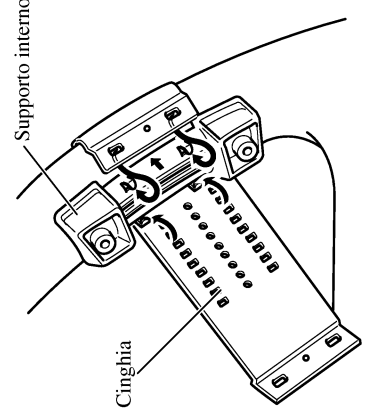

Fig. 7
1. Asegurar el soporte interno a la circunferencia interna del volante con la correa. (Fig. 7)